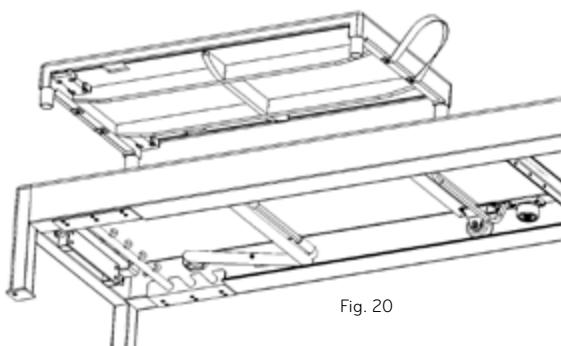

Fig. 20
5. Sollevare e installare il Mat Conversion all'interno del telaio. Esistono (2) sagome ritagliate sul lato inferiore del materassino per liberare i fulcri della barra per i piedi: assicurarsi che questi si trovino sull'estremità per i piedi del macchinario quando vengono installati. Fare riferimento alla fig. 20.